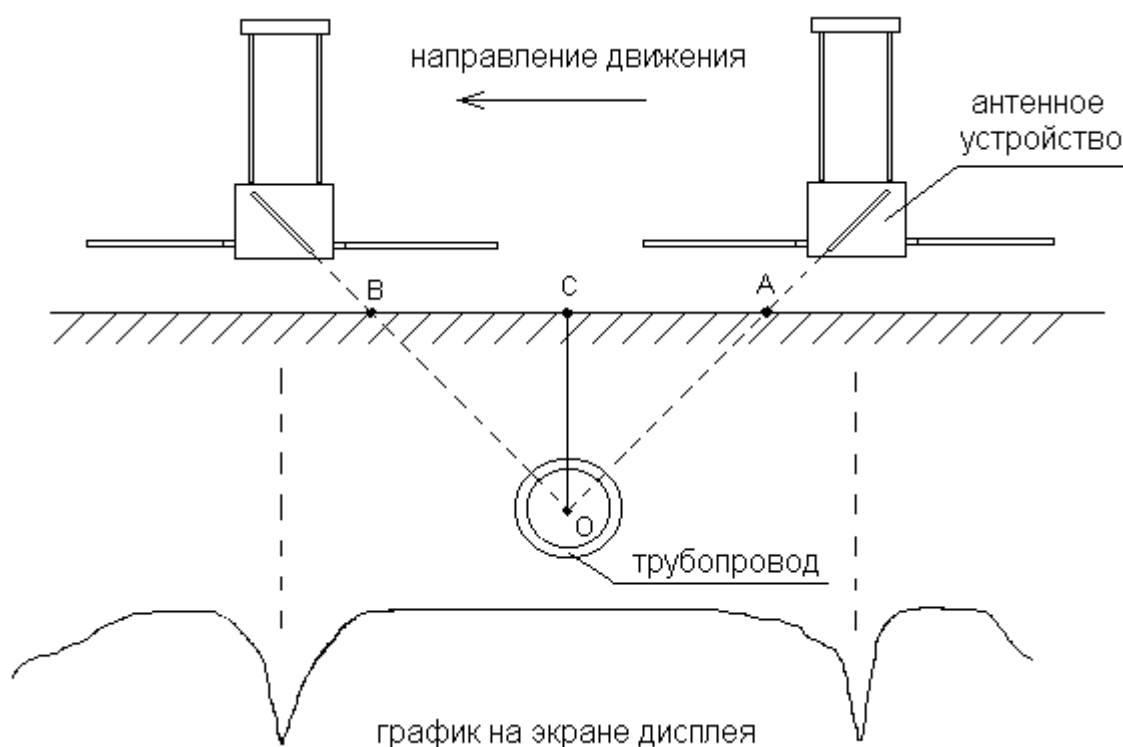

Рисунок 6.3 – Схема определение глубины залегания трубопроводов
6.3.3 Передвигая антенное устройство перпендикулярно оси трубопровода, отметить точку А согласно рисунку 6.3, по положению антенного устройства, которому соответствует минимальное значение принимаемого сигнала на экране дисплея (нижний конец магнитной антенны, расположенной под углом 45° к поверхности грунта должен быть направлен на трубопровод). После нахождения точки А антенное устройство повернуть на 180° относительно своей вертикальной оси. Продолжая движение, аналогично отметить вторую точку В по минимальному значению принимаемого сигнала (рисунок 6.3). Глубина залегания трубопровода ОС будет равна половине расстояния между двумя отмеченными точками А и В. Причем при минимальном значении сигнал на экране дисплея, наблюдается максимальная громкость однотонного звукового сигнала. При смещении графика к верхнему или нижнему краю экрана дисплея включить и отключить автоматическую подстройку усиления, что обеспечивает вывод графика на середину дисплея.